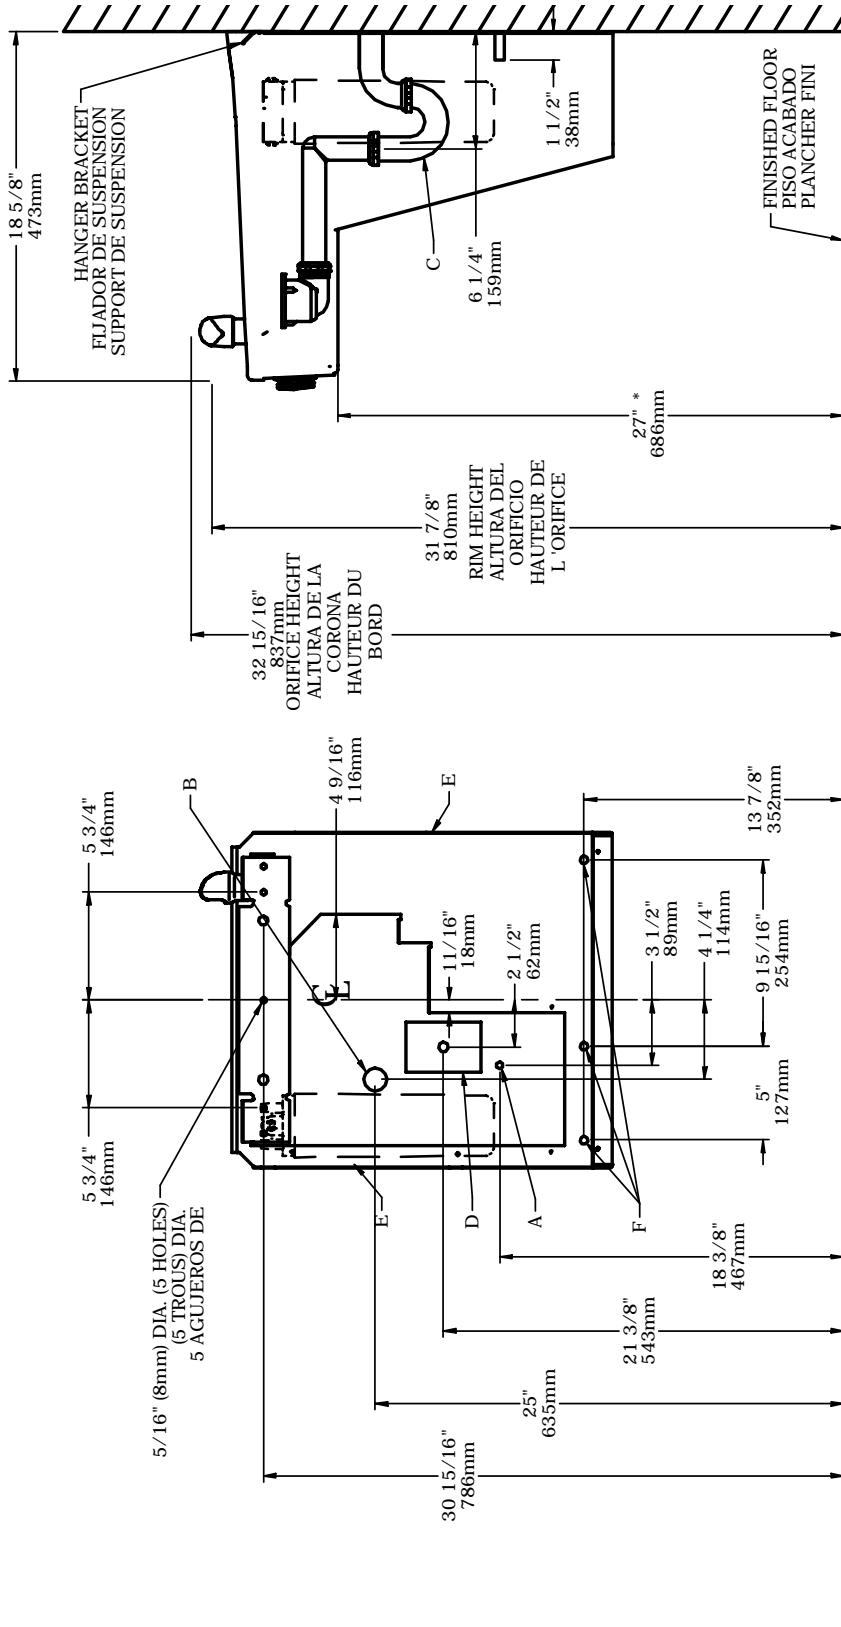

Fig. 2
- 1) Remove hanger bracket fastened to back of cooler by removing one (1) screw.
- 2) Mount the hanger bracket and trap as shown in Figure 2.
- 4) Hang the cooler on the hanger bracket. Be certain the hanger bracket is engaged properly in the slots on the cooler back as shown in Figure 2.
- 5) Loosen the two (2) screws holding the lower front panel at the bottom of cooler base and two (2) screws at the top (**Use torx bits sold separately**). Remove the front panel and set aside.
- 7) Remove the slip nut and gasket from the trap and install them on the cooler waste line making sure that the end of the waste line fits into the trap. Assemble the slip nut and gasket to the trap and tighten securely. Recommend fastening cooler to wall using 5/16 bolt holes, (see fig.2, "F").
- 1) Quite el fijador de suspensión sujetos a la parte posterior del enfriador quitando un (1) tornillo.
- 2) Monte el fijador de suspensión y quite el purgador como se muestra en la Fig.2.
- 5) Afloje los dos (2) tornillos que sostienen la parte inferior del panel en la parte inferior de la base del enfriador y los dos (2) tornillos en la parte superior (**Utilice los pedacitos torx vendidos por separado**). Quite el panel frontal y póngalo a un lado.
- 7) Saque la tuerca deslizante y empaquetadura del colector e instálelos en la manquera de residuos de la nevera, asegurándose que el extremo de la manquera encaje en el colector. Coloque la tuerca deslizante y la empaquetadura en el colector y apriete firmemente. Recomiende el refrigerador de la cerradura para emparejar usando 5/16" agujeros de perno, (véase fig. 2, " F").
- 1) Retirez le support de suspension à l'arrière du refroidisseur en enlevant une (1) vis.
- 2) Installez le support et le siphon tel qu'indiqué à la fig. 2.
- 4) Installez le refroidisseur sur le support en vous assurant que ceux-ci sont bien installés dans les fentes à l'arrière du refroidisseur tel qu'indiqué à la figure 2.
- 5) Dégagez les deux (2) vis retenant le panneau inférieur avant au bas de la base du refroidisseur ainsi que deux (2) vis sur le dessus (**Employez le peu Torx vendu séparément**). Retirez le panneau avant et mettez-le de côté.
- 7) Retirez l'écrou coulissant et le joint du siphon et les installer sur la conduite de vidange de la fontaine en s'assurant que l'extrémité de la conduite de vidange s'ajuste dans le siphon. Assemblez l'écrou coulissant et le joint sur le siphon et serrer fermement. Recommandez le refroidisseur d'attache pour murer utilisant 5/16" ; trous de boulon, (voir la fig. 2, " ; F").